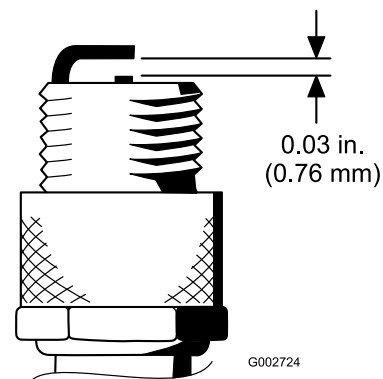

Bild 28
4. Stellen Sie den Abstand zwischen der mittleren und seitlichen Elektrode auf 0,76 mm ein, wie in Bild 28 dargestellt.